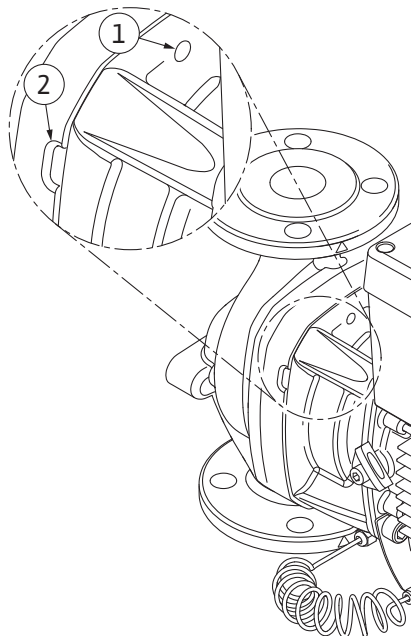

Fig. 105: Orifícios roscados e ranhuras para afastar a unidade de impulsor motor do corpo da bomba
- Para o tipo de bomba (Fig. I e Fig. II), utilizar os dois orifícios roscados M10 (ver Fig. 105) e os parafusos adequados fornecidos no local (por exemplo, M10 x 20 mm). Para pressionar também podem ser utilizadas as ranhuras (Fig. 105, pos. 2). Para tal, colocar, p. ex., duas chaves de fendas e utilizá-las como alavanca. Após aliviar cerca de 15 mm, a unidade de impulsor motor já não é conduzida no corpo da bomba.